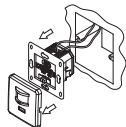

Рис.1
- Снять лицевую панель датчика (рис.1)